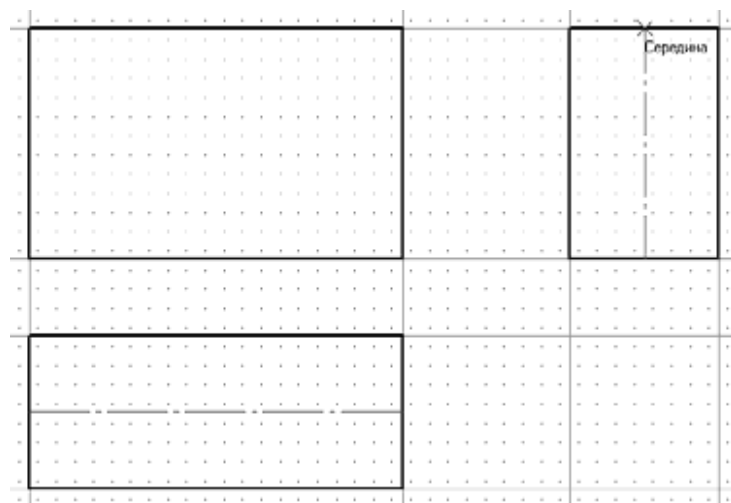

Рисунок 4.12 – Построение отрезков с помощью привязок
11. Постройте осевые линии на виде сверху и на виде слева. Объектные привязки при построении отрезков осевых прямых отслеживают середину сторон прямоугольников (рисунок 4.12).